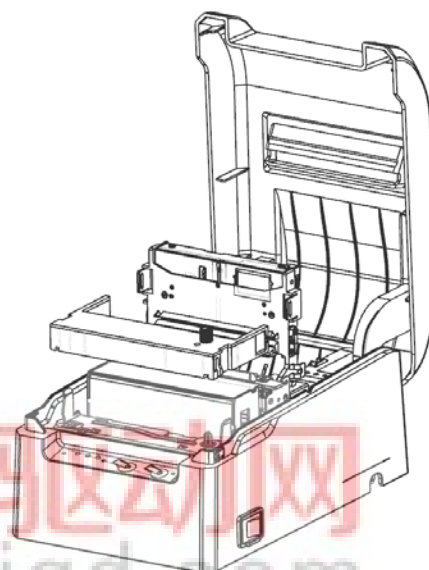

图 2-2 安装色带
- 2) 将色带盒从包装中取出, 按顺时针方向旋转色带盒上的旋钮 1~ 2 转, 使色带张紧。按图 2-2 所示方向装入色带, 下压后装入, 沿箭头方向旋转进带旋钮以张紧松弛的色带。观察带芯是否正常运转, 如正常运转旋转关上翻盖组件。如发现异常请按前面的步骤重新安装一次。